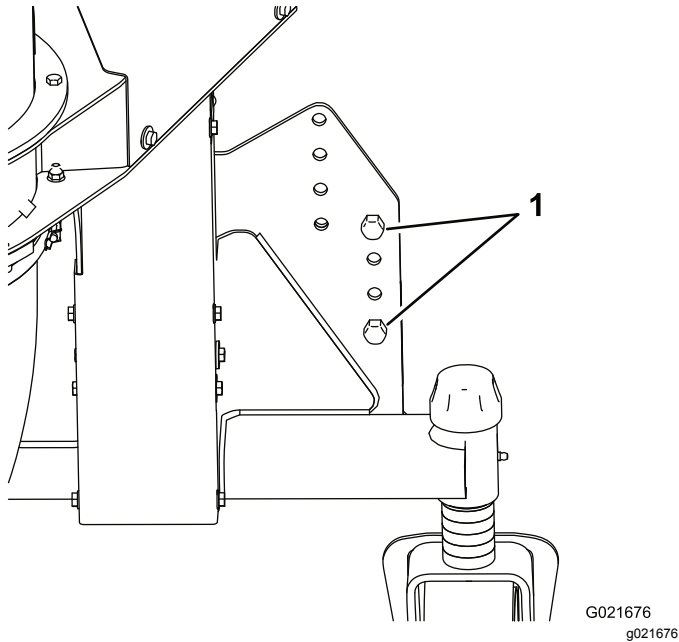

Figura 7
9. Aleje la caja del soplador y baje el soplador hasta que las ruedas giratorias toquen el suelo, manteniendo tensada la correa (Figura 7).